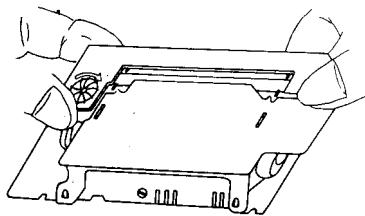

图 2-4 取下色带盒
2、左手扶稳色带盒左端，右手拇指在上，食指在下，如图 2-4 所示。首先用右手食指抬起色带右端，再用左手抬起左端，色带盒即被取下。注意不要先抬左端，再抬右端，否则容易毁坏色带盒，甚至毁坏机头。